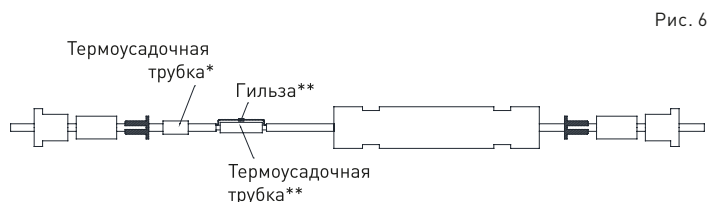

Рис. 6
7.3.4 Отогнуть «жгуты» из оплетки от оболочек и вставить в гильзу** (для RGN-01-01 и RGN-02-01 гильза длиной 8 мм), концы «жгутов» не должны выступать за торцы гильзы**. Опрессовать гильзу** с помощью ручного кримпера (см. рисунок 6).